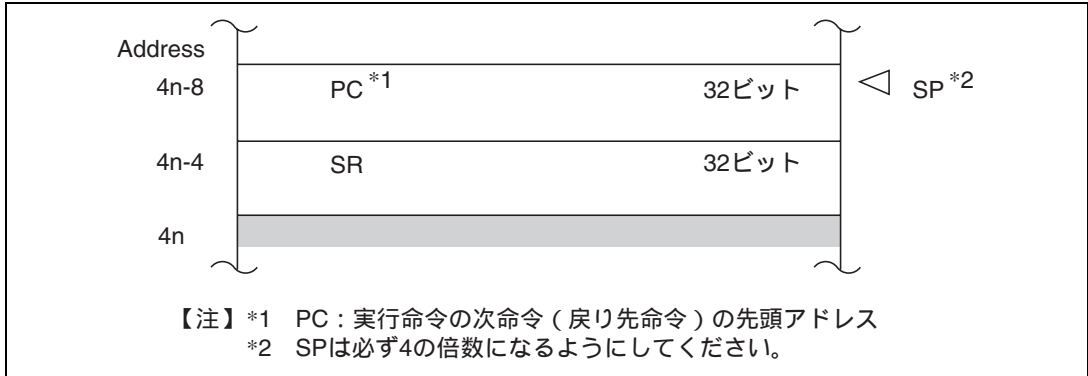

図 6.4 割り込み例外処理終了後のスタック状態
- (1) 割り込みコントローラに対して、各割り込み要求元から割り込み要求信号が送られます。
- (2) 割り込みコントローラでは、送られた割り込み要求の中から、割り込み優先レベル設定レジスタ A ~ H (IPRA ~ IPRH) に従って最も優先順位の高い割り込みが選択され、それより優先順位の低い割り込みは無視\*されます。このとき、同一優先順位に設定された割り込み、または同一モジュール内の割り込みが複数発生した場合は、表 6.3 に示す「デフォルト優先順位」と「IPR 設定単位内の優先順位」に従って、最も優先順位の高い割り込みが選択されます。
- (3) 割り込みコントローラで選択された割り込みの優先レベルと CPU のステータスレジスタ (SR) の割り込みマスクビット (I3 ~ I0) とが比較されます。I3 ~ I0 ビットに設定されているレベルと同じか低い優先レベルの割り込みは無視されます。I3 ~ I0 ビットのレベルより高い優先レベルの割り込みだけが受け付けられ、CPU へ割り込み要求信号が送られます。
- (4) 割り込みコントローラから送られた割り込み要求は、CPU が実行しようとしている命令のデコード時に検出され、その命令の実行が割り込み例外処理に置き換えられます(図 6.4 参照)。
- (5) ステータスレジスタ (SR) とプログラムカウンタ (PC) がスタックに退避されます。
- (6) SR の I3 ~ I0 ビットに、受け付けられた割り込みの優先レベルが書き込まれます。
- (7) 受け付けられた割り込みに対応する例外処理ベクタテーブルから、例外サービスルーチン開始アドレスが取り出され、そのアドレスにジャンプして、プログラムの実行が開始されます。このときのジャンプは遅延分岐ではありません。
割り込み例外処理終了後のスタックの状態は、図 6.4 に示すようになります。